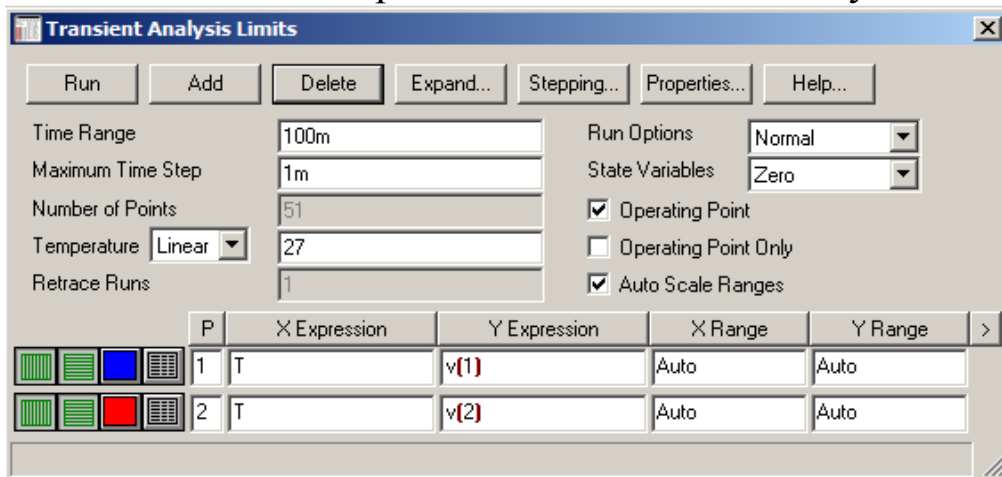

Рисунок 10. Задание параметров анализа
5. Установите параметры анализа, для чего откройте панель «Analysis» - «Transient». как на рис. 10. Нажмите клавишу «Run».